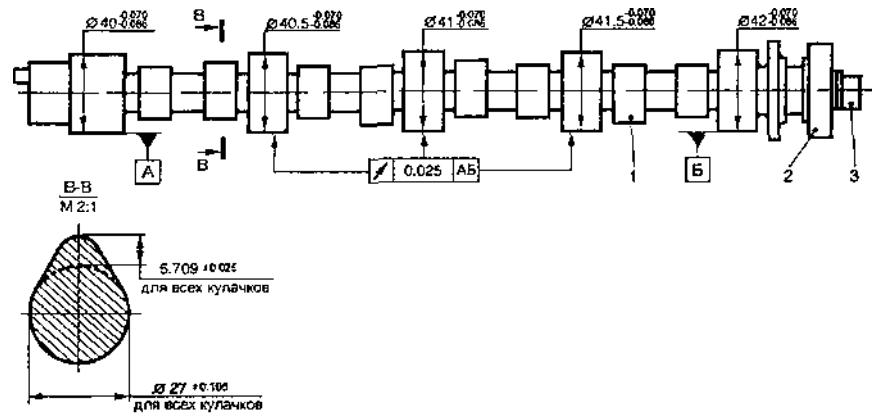

Рис. 2.9.1. Вал распределительный.
4. Провести замеры профиля кулачка, шеек распределительного вала и опорных гнезд в головке цилиндров, определить зазоры и проверить биение (рис. 2.9.1). Сравнить с допустимыми (п. 2.59).